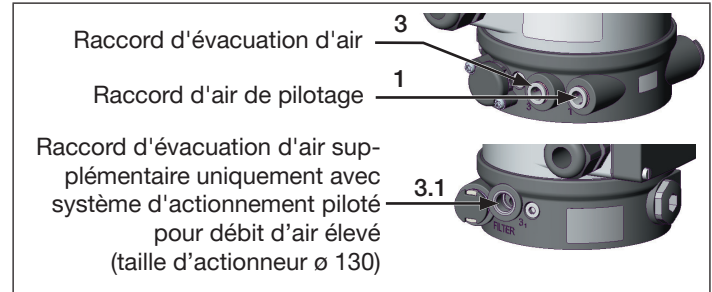

Fig. 9: Raccordement pneumatique
- Raccorder le fluide de commande au raccord d'air de pilotage (« Fig. 9 » : 1)
- Monter la conduite d'évacuation d'air ou un silencieux sur le raccord d'évacuation d'air (« Fig. 9 » : 3) et au raccord d'évacuation d'air si existant (« Fig. 9 » : 3.1)